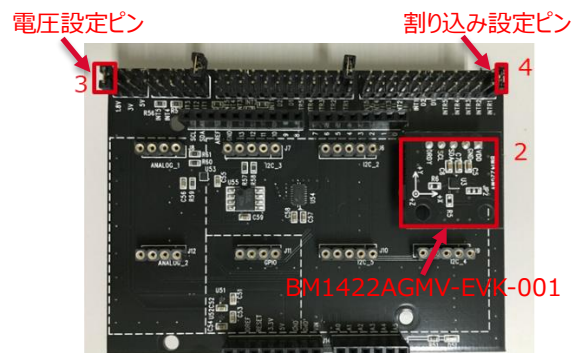

Figure 2. BM1422AGMV-EVK-001 と SensorShield の接続
2. SensorShield の I2C_1 に BM1422AGMV-EVK-001 を接続 (Figure 2)
3. SensorShield の電圧設定を 1.8V もしくは 3.0V に設定 (Figure 2)
4. SensorShield の割り込み設定を INTR1 に設定 (Figure 2)